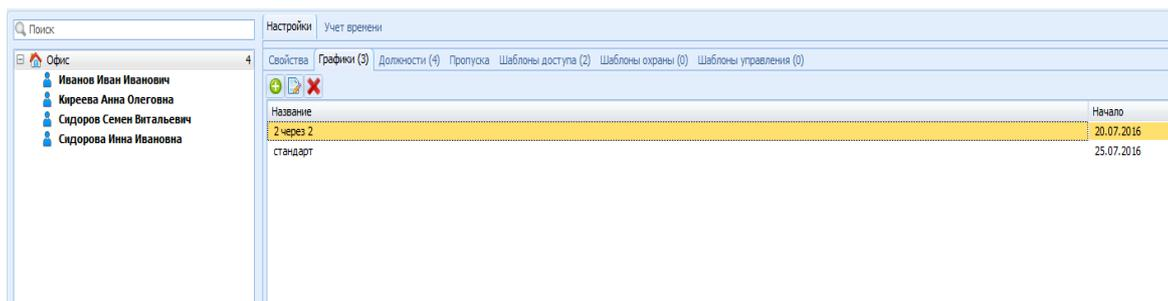

Рисунок 23.34 Закладка Графики для выбранной организации
- 2) В поле с характеристиками выбранного объекта перейти на закладку **Графики** и нажать кнопку  панели меню или воспользоваться командой **Добавить** контекстного меню (Рисунок 23.34),